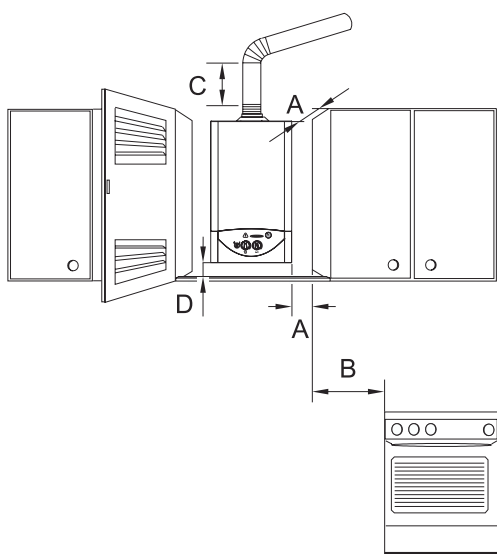

Рисунок 6. Минимальные расстояния
- ▶ необходимо обеспечить доступ к месту проведения монтажных и профилактических работ; для этого необходимо учитывать установленные минимальные расстояния от агрегата до мебели и проч. См. рис. 6.